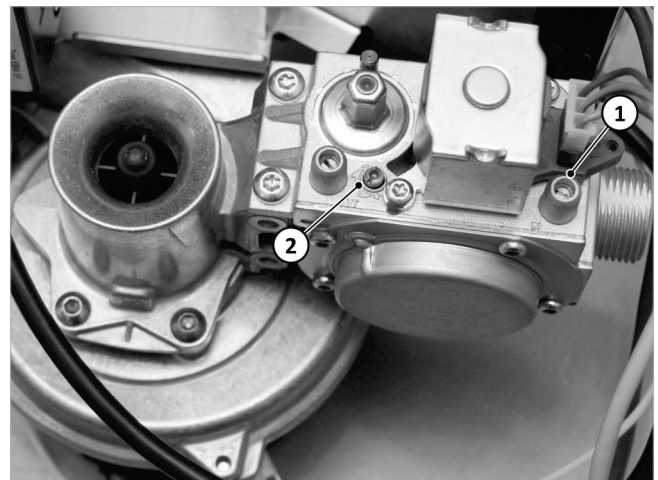

Abb. 115: Brenner einstellen
- Zum Prüfen des Gas-Fließdrucks bei laufendem Brenner dient der Messstutzen → Abb. 115 (1).